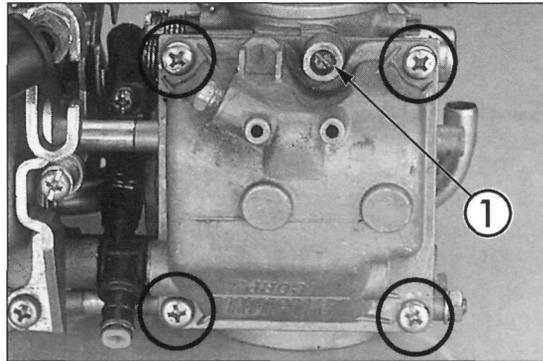

Bild 60
- Gemischregulierschraube ① Bild 60 ist vom Werk voreingestellt, deshalb nicht verstellen: Schraube vorsichtig im Uhrzeigersinn eindrehen bis sie leicht aufsitzt und Anzahl der Umdrehungen notieren; dann Schraube ausdrehen.
- Vier Kreuzschlitzschrauben ausdrehen (Bild 60) und Deckel abnehmen.